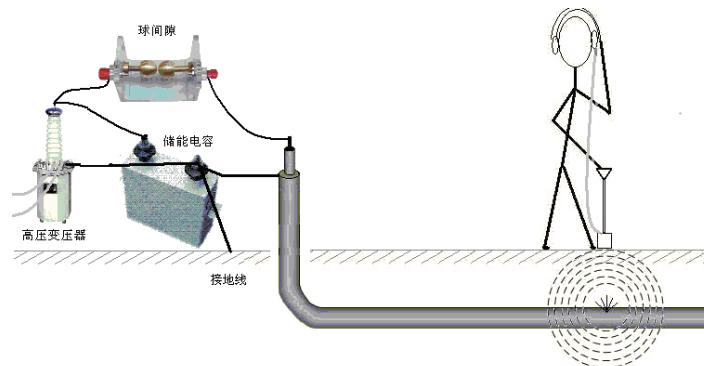

图 1 定点过程操作示意图
**定点示意图：**定点过程操作示意如图 1 所示，冲击高压加在电缆的一端上，使故障点产生放电，操作者手持数显声磁同步定点仪接收机及定点探头，在电缆故障测试仪初测距离的故障点附近，接收故障电缆放电点的电弧放电振动声音和电缆辐射的电磁波，在数显屏显示的读数最小，振动波的声音最大点，确定出电缆故障点的精确位置。
地埋电缆故障精确定点时，在电缆端点外加冲击高压接线图如图 1 所示。